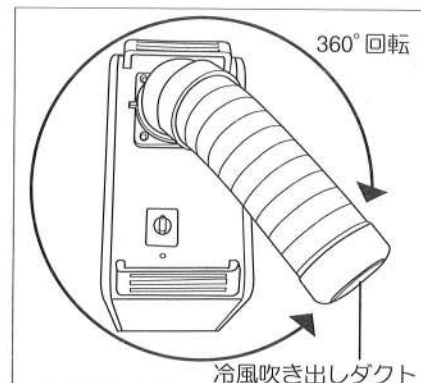

図4
- ①冷風吹き出しダクトを左に回し、止まった所で引き抜いて外します。
- ②ダクト継手のつまみ部両側を持ち、外すの矢印側に回してダクト継手を外してください。
- ①水平にダクト継手を回転させ、風向を360度で任意の位置に合わせます。(図4参照)